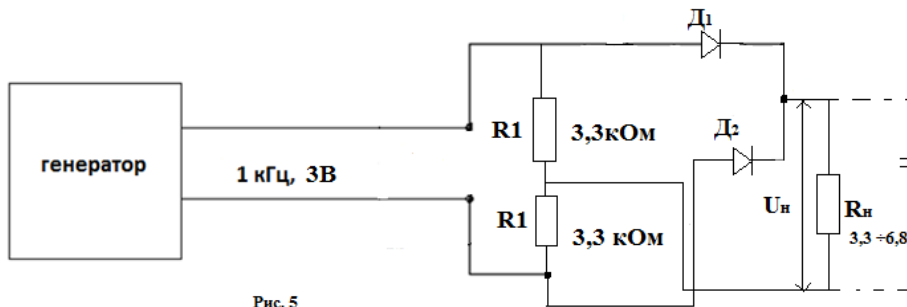

Рис. 5
2.7. Собрать схему, как показано на рис.5.